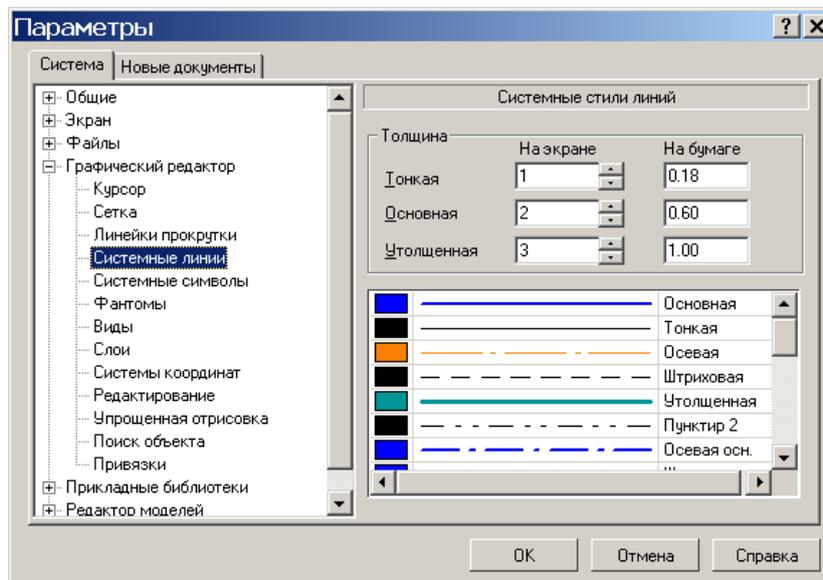

Рис. 15.5. Окно диалога настройки параметров системных линий.
1. Выберите пункт **Системные линии**. На рис. 15.5 показано окно диалога настройки системных линий.